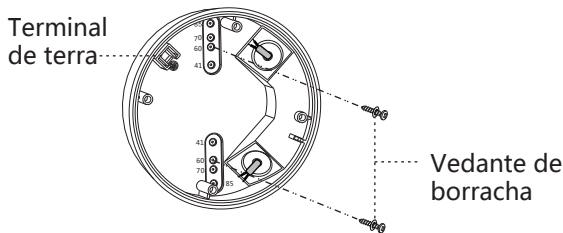

FIG.17
- Escolha as ligações adequadas para fixar a caixa de junção JB-41 sobre a superfície da placa do teto com 2 unidades de parafusos para madeira fixados com vedante de borracha (Consulte a FIG. 17).